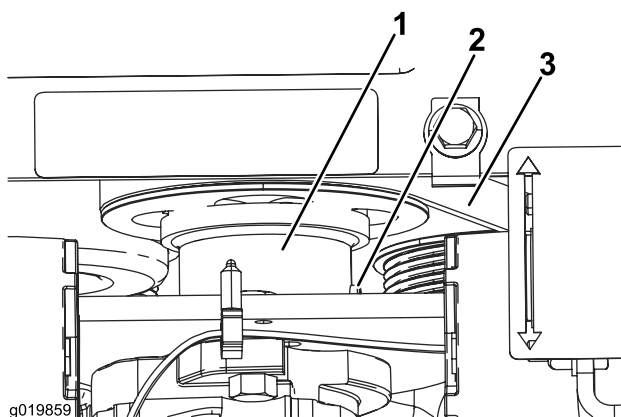

図 52
5. ポンプ駆動カップラについている固定ねじをゆるめる **図 52**。
6. カップラを降ろしてプーリから遠ざける **図 52**。